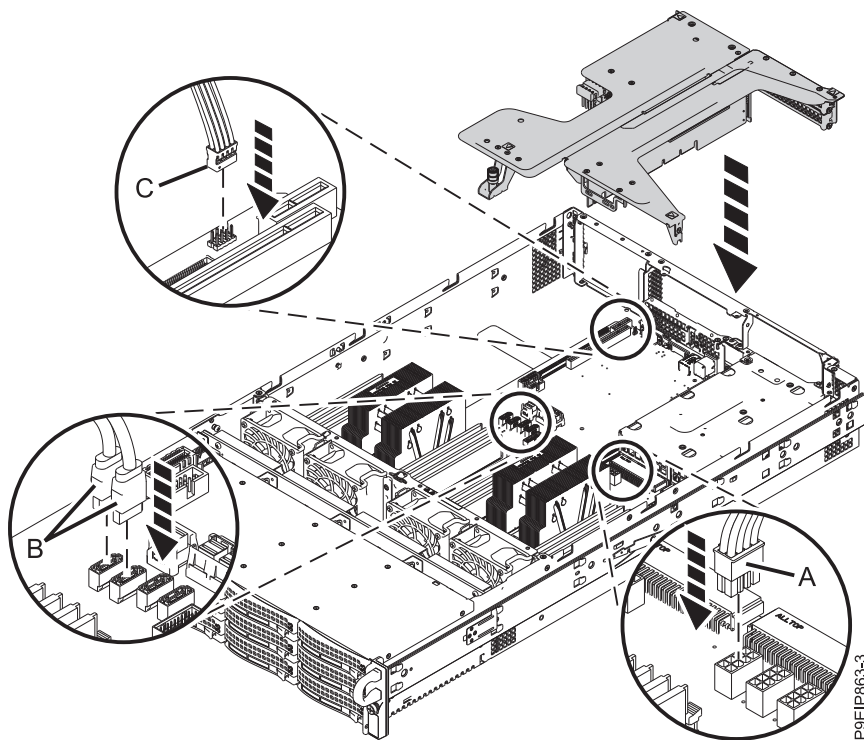

Figure 29. Connexion des cordons d'interface et des câbles d'alimentation de l'unité au fond de panier système
6. A l'aide de vos étiquettes et des emplacements, connectez les cordons d'interface de l'unité **(B)** et **(C)** au fond de panier système, comme indiqué dans la figure 29, à la page 32. Connectez le câble d'alimentation d'unité **(A)** au fond de panier système. Avec le pouce, appuyez sur le loquet du connecteur pour débrancher le câble.